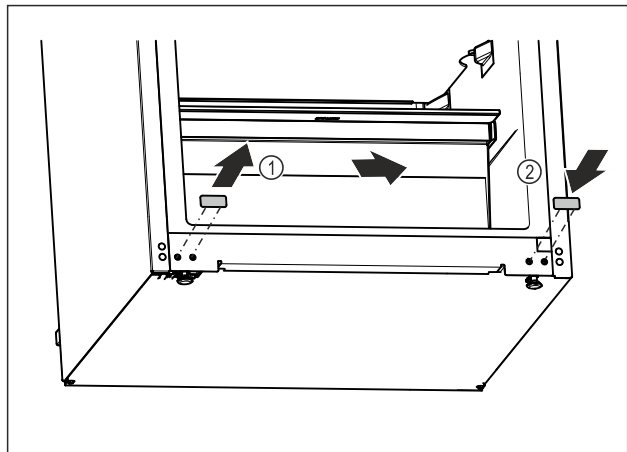

Fig. 21
- Retirer le cache de recouvrement. Fig. 21 (1)
- Placer le cache de recouvrement du côté opposé. Fig. 21 (2)